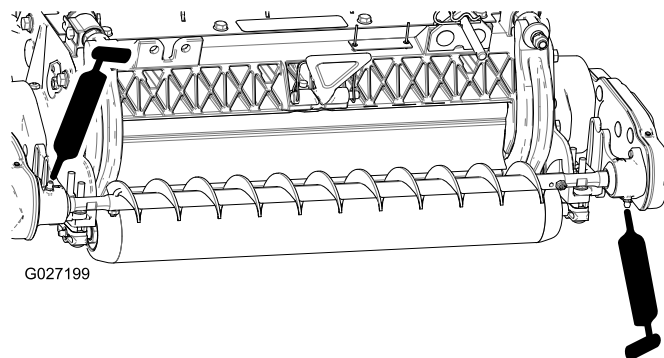

Bild 17
3. Fetten Sie die Schmiernippel an jedem Lagergehäuse der Rollenbürste mit Nr. 2 Allzweckfett auf Lithiumbasis ein (Bild 17).